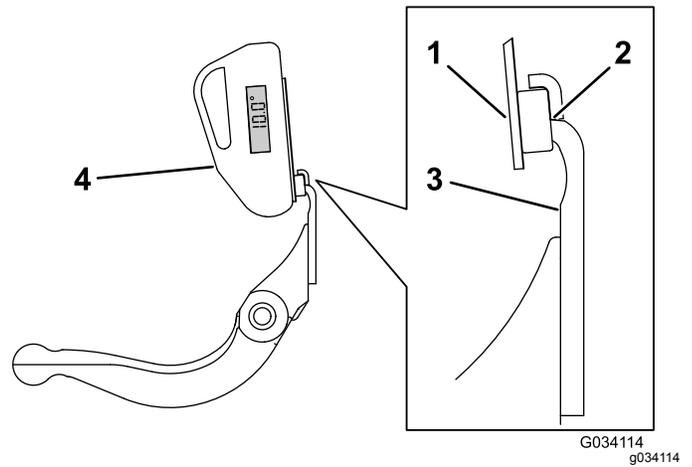

Figura 67
3. Coloque el soporte del indicador de ángulo en el borde de la contracuchilla, de modo que el borde del imán coincida con el borde de la contracuchilla (Figura 67).
4. Coloque el indicador de ángulo en el soporte, tal y como se muestra en la Figura 67.